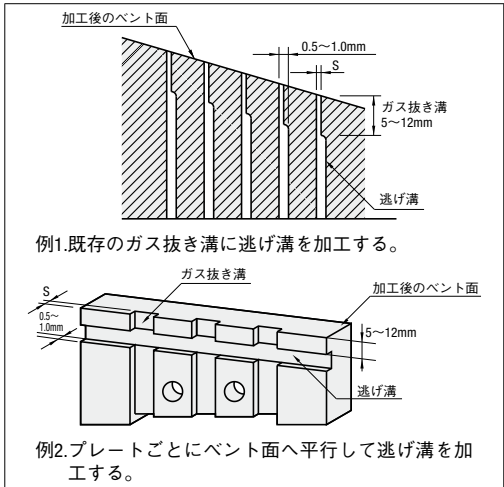

図2 ガス抜き入れ子 逃げ溝加工の例
- 3.ガス抜き溝の内部樹脂詰まりを少なくするために、逃げ溝を加工していただくことをお奨めします。逃げ溝加工は、ガス抜き溝部をベント面から5~12mm残していただき、0.5~1.0mm程度の厚みで追加工するのが理想的です。(図2)